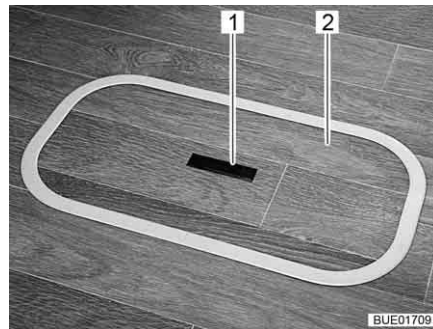
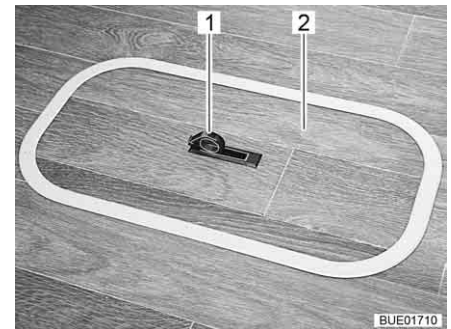

Fig. 79 Couvercle compartiment dans le plancher (poignée encastree)
Fig. 80 Couvercle compartiment dans le plancher (poignée pivotee vers l'exterieur)
- Pousser la plaque de la poignée (Fig. 79,1) vers le bas d'un cote. La poignée (Fig. 80,1) pivote vers le haut.
- Tirer le couvercle (Fig. 79,2 et Fig. 80,2) vers le haut pour le retirer.